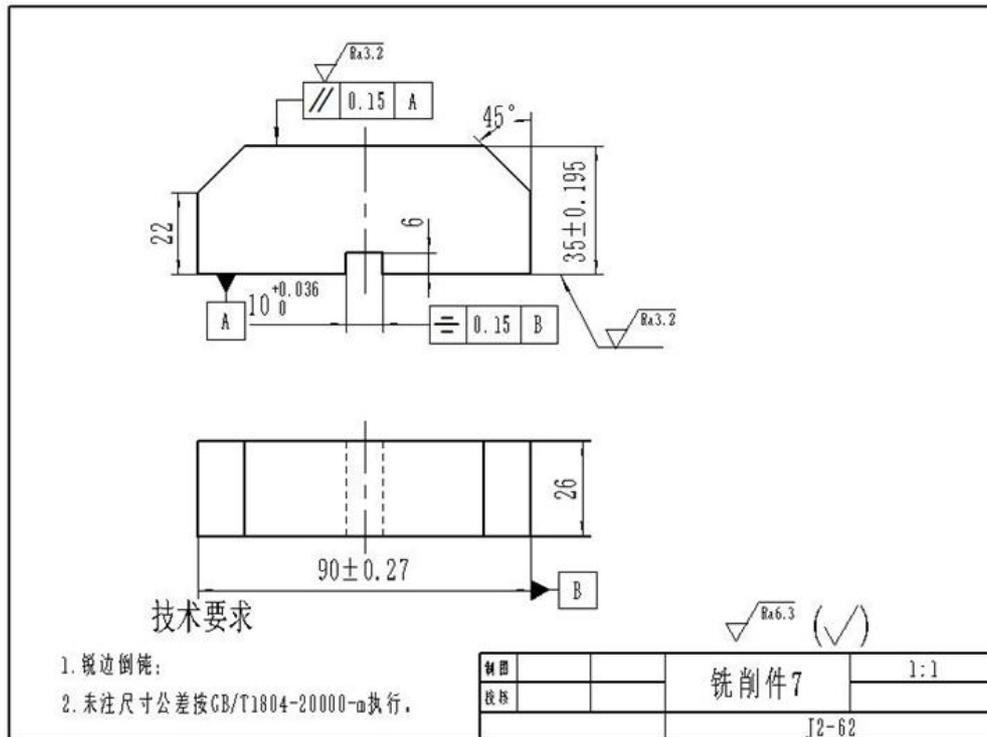

图 2.62 铣削件·7
(1) 任务描述：试在 X5032 铣床上加工如图 2.62 工件，所提供的工件毛坯规格：长、宽、高为 95mm×40mm×30mm，45 钢。根据使用要求，需要将毛坯铣削成 90mm×35mm×26mm 长方体，保证图示位置上下两个表面结构 Ra3.2 μm 且平行度要求为 0.15mm，其余表面结构 Ra6.3 μm；在此基础上，图示位置还需加工宽度为 10mm 通槽和两个 45° 斜面；最终结构要素的加工形状、公差要求以及表面质量等以图纸标注为准。